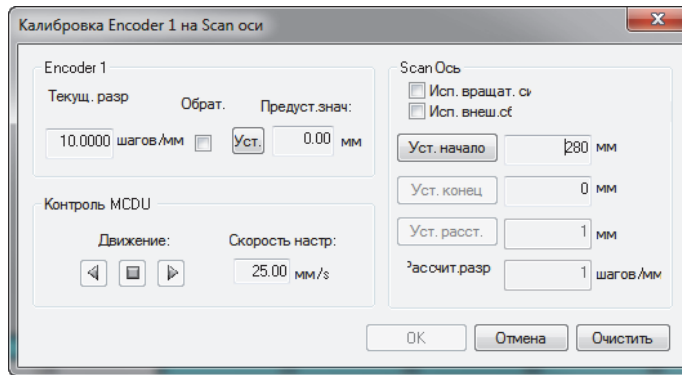

Рис. 5-15 Окно Калибровка кодировщика для кодировщика 1 на оси сканирования
4. В диалоговом окне **Калибровка кодировщика** (см. пример на Рис. 5-15 на стр. 180) выполните следующее: